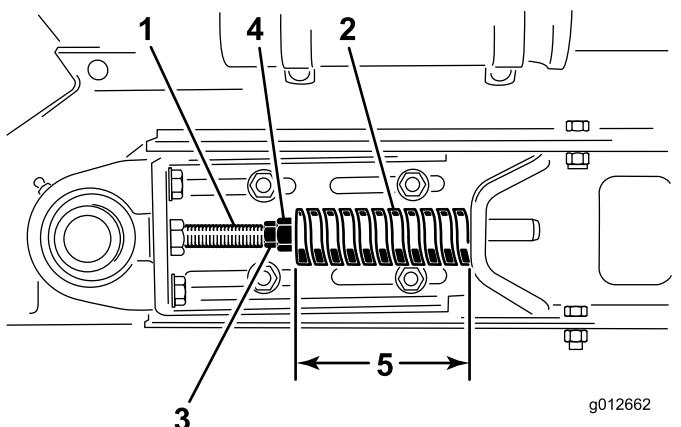

Рисунок 25
- Ослабьте заднюю контргайку (Рисунок 25).